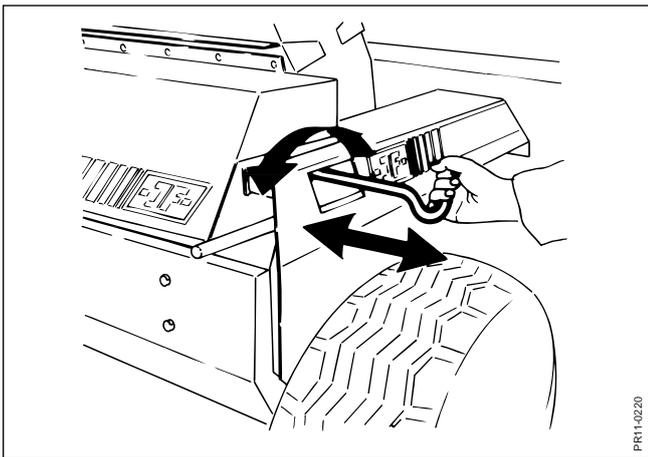

Fig. 4.14
- Fig. 4.14** 6. Tourner le levier dans le sens des aiguilles d'une montre jusqu'à ce que la pierre à affûter soit en contact avec les couteaux. Manœuvrer ensuite le levier en tirant et en poussant sur toute la largeur du rotor. Continuer à tourner le levier lentement avec le mouvement d'aller et retour